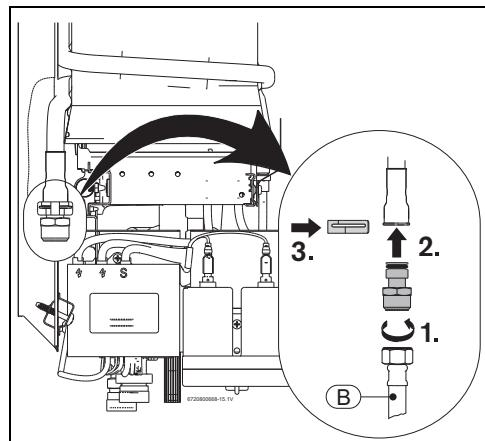

Рис. 13 Аксессуар для подключения воды
- Установите аксессуар для подключения воды (→ Рис. 13).